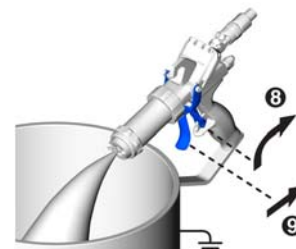

FIG. 21
- Disinserire la sicura del grilletto sulla pistola. Vedere FIG. 21.
- Spurgare l'aria dai flessibili del catalizzatore e della resina: con il secchio messo a terra sotto la pistola, premere quest'ultima contro il lato del secchio e tirare il grilletto per erogare. Continuare a erogare finché il fluido privo d'aria non è erogato da entrambe le porte sulla parte anteriore della pistola. Vedere FIG. 21. Può essere necessario un lieve aumento della pressione dell'aria della pompa prima che il materiale inizi a fluire.